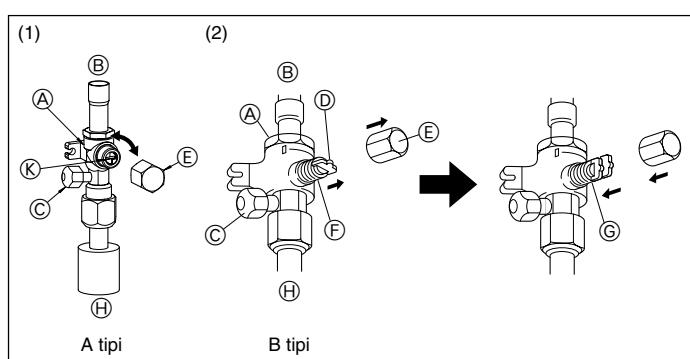
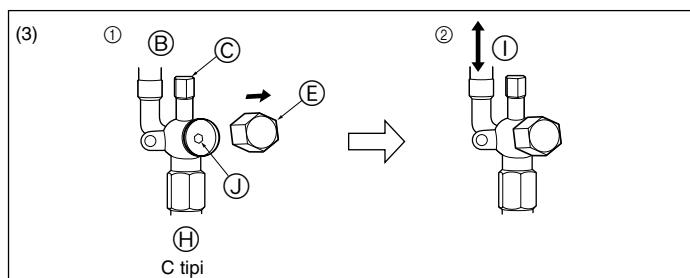

Fig. 4-6
Fig. 4-7
(1) A tipi (Fig. 4-6)
- ① Başlığı çıkarın, daha sonra düz-ağızlı bir tornavida ile tamamen açmak için saat yönünün tersinde bir-çeyrek tur çevirin.
- ② Vanaların tamamen açık olduğundan emin olun, daha sonra başlığı ilk konumuna getirin ve sıkın.
(2) B tipi (Fig. 4-6)
- ① Kapağı çıkarın, kolu kendinize doğru çekip saat yönünün tersine 1/4 devir çevirerek açın.
- ② Stop valfinin tamamen açık olduğundan emin olun, kolu içeri itin ve başlığını çevirerek tekrar ilk konumuna getirin.
(3) C tipi (Fig. 4-7)
- ① Başlığı çıkarın ve 4 mm'lik bir altigen somun anahtarıyla vana çubuğu gidileceği yere kadar saat yönünün tersine döndürün. Tampona dayanınca döndürmeye son verin.
- ② Stop valfinin tamamen açık olduğundan emin olun ve başlığını çevirerek tekrar ilk konumuna getirin.